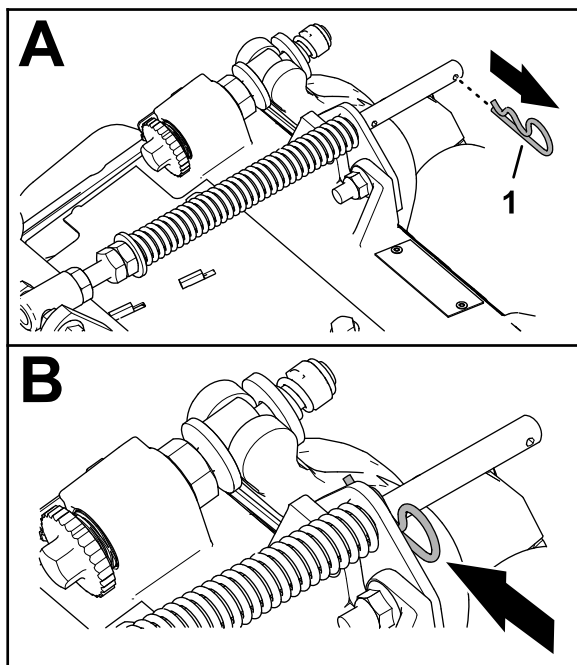

Figura 17
1. Si la chaveta está instalada en el orificio trasero de la varilla de compensación del muelle, retire la chaveta e introdúzcala en el orificio situado junto al soporte (Figura 17).